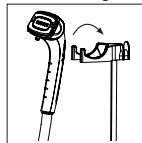

Figura 4
4. Cuelgue el mango de la boquilla de vapor en el accesorio para gancho (Figura 4).
2. Asegúrese de que la boquilla de la plancha a vapor esté en el accesorio para gancho (Figura 4).